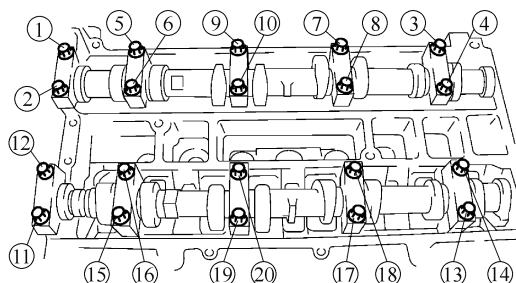

图 5-4 拆卸凸轮轴盖
① 将(M6X1.0, 长度为 25 ~ 35mm(0.99 ~ 1.3in)) 螺栓插入发动机前盖上堵塞, 然后将其上紧, 直至其接触到链条张紧器臂, 然后将其向后转一圈(使螺栓稍微离开链条张紧器臂, 以使其不接触到张紧器臂)。
② 用排气凸轮轴上的铸造六角螺栓施加一个逆时针的力, 以使链条张紧器棘轮松开。
③ 用六角套筒[2.5mm(0.098in)]或 T15 六角花形套筒, 松开链条张紧器棘轮, 以使其可以被撬起。
④ 通过排气凸轮轴上的铸造六角螺栓施加一个与发动机旋转方向相同的力, 以增加链条上的张紧力。
⑤ 拧进第 1 步固定的螺栓约 5mm(0.2in), 压紧张紧器架, 然后固定张紧器臂。
• 若张紧器不能固定, 则将螺栓拧回至其原来位置上, 然后重新从第③步开始。
17) 按照图 5-4 中所示数字的顺序拧松两个或三个通路中的凸轮轴盖螺栓, 然后拆下凸轮轴盖。